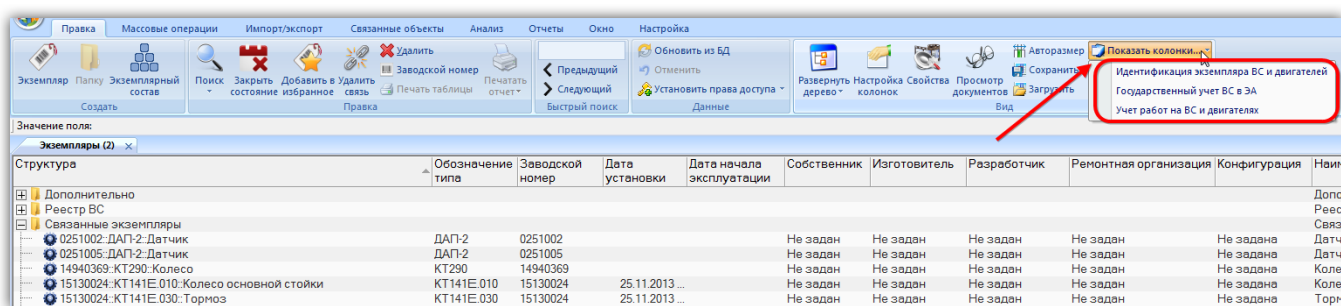

Рис. 13-2 – Список предустановленных наборов колонок для отображения в таблице
2) Выбрать функциональную вкладку «Правка», затем на панели «Вид» нажать кнопку «Показать колонки...» (рис. 13-2).